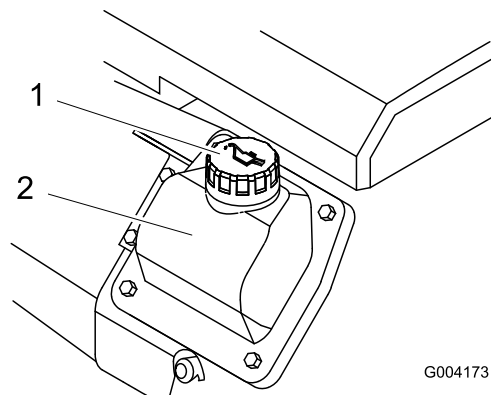

Figura 15
8. Se il livello dell'olio è troppo basso, pulite l'area circostante il tappo di riempimento dell'olio e rimuovete il tappo (Figura 15).